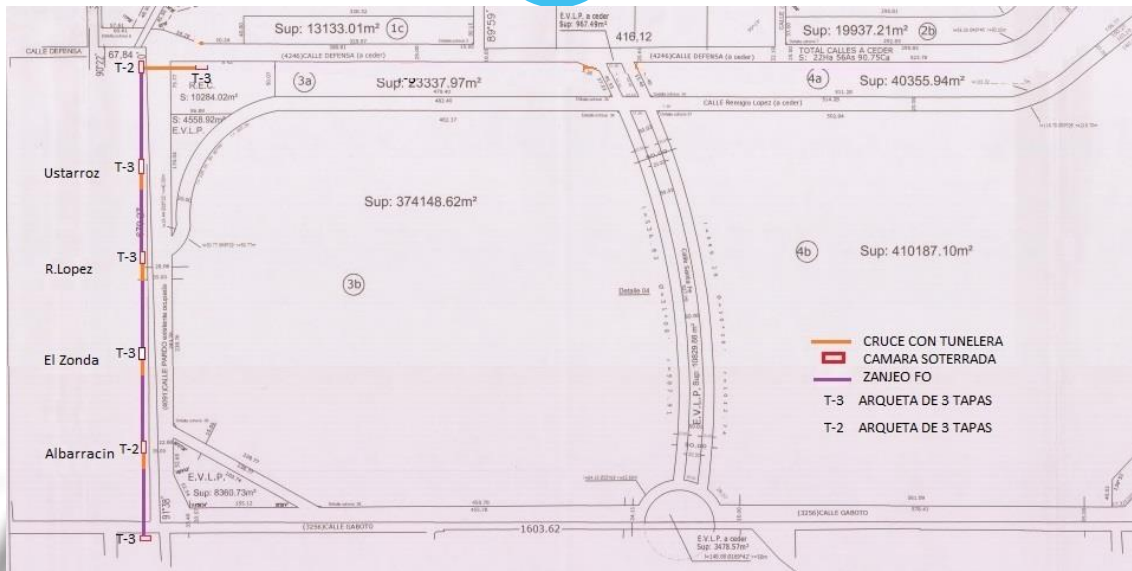

Figura 1.1.4
- Sección 2: En esta traza se instalarán 6 (seis) rquetas, donde 5 serán tipo T-3 cpara acometida de CCTV y 1 del tipo T-2 para paso. Ver figura 1.1.4.